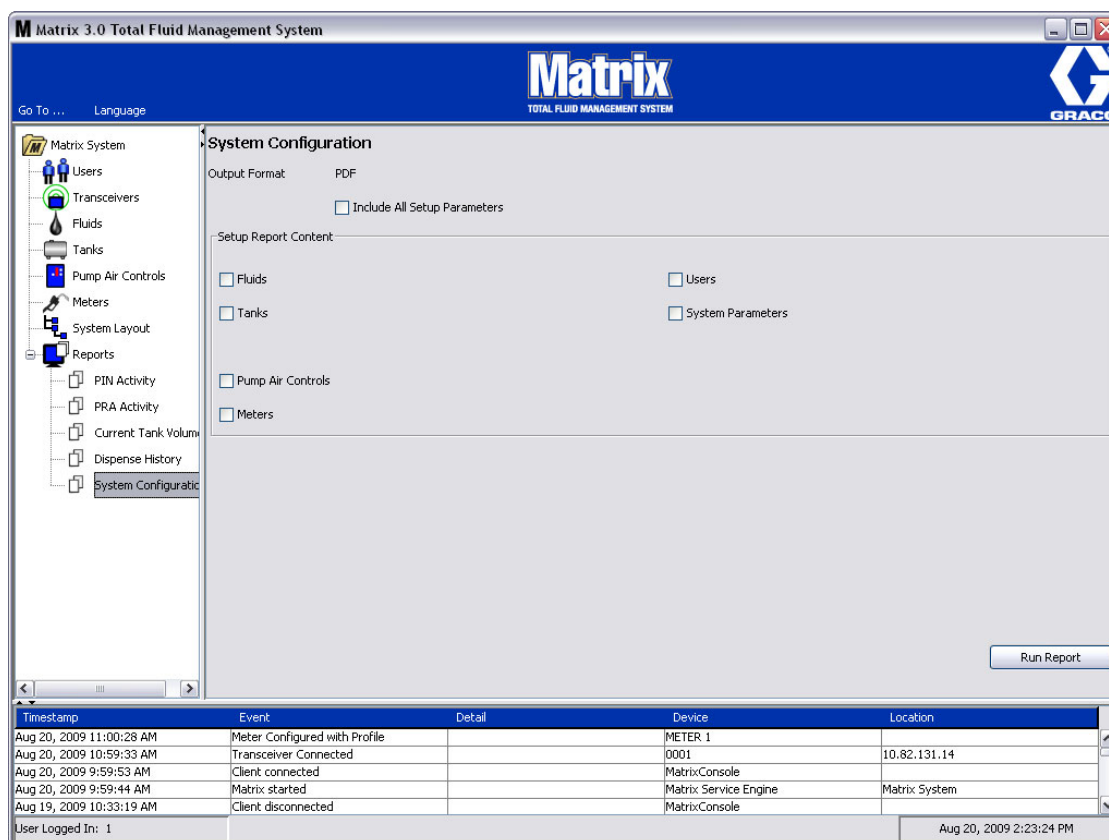

FIG. 109
- Configuration du système (Fig. 109)